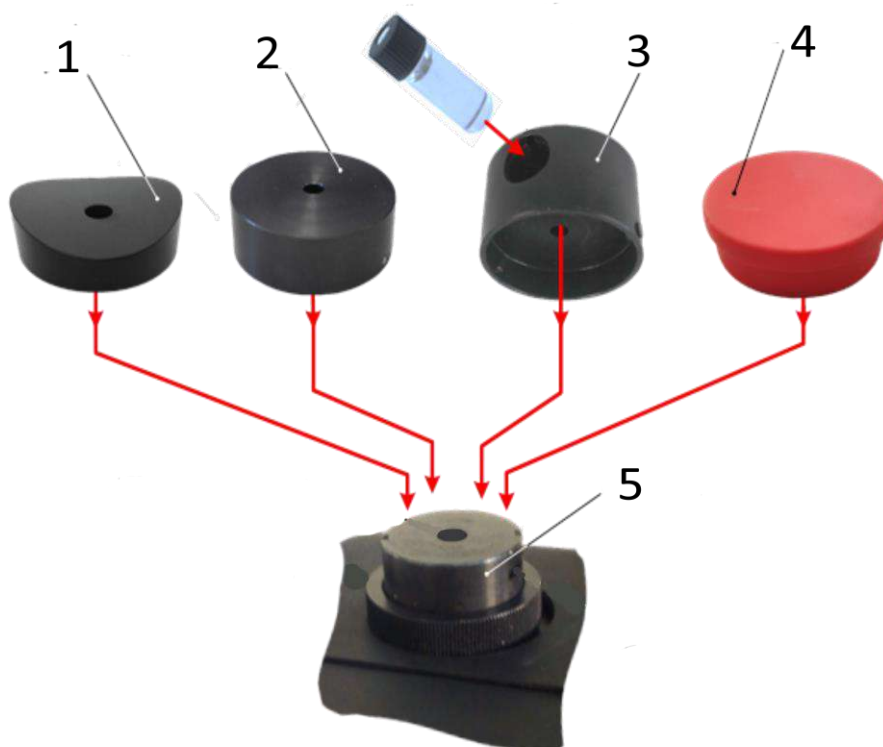

Рис. 1.4. Внешний вид насадок для МС из комплекта ЗИП-О.
- защитный колпачок (4 на рис. 1.4).
Внешний вид насадок для МС из комплекта ЗИП-О представлен на рис. 1.4.
Основная насадка (несъемная) (5 на рис. 1.4) предназначена для обеспечения быстрой и надежной стыковки с МС съёмных насадок из комплекта. В нижней части всех насадок имеются штифты для крепления к основной насадке
Насадка для поверхностей (2 на рис. 1.4) служит для удобства определения химического состава твердых материалов, гранул объёмом более 1мм³, а также веществ, находящихся в пакетах и другой мягкой оболочке.
Насадка для бутылок (1 на рис. 1.4) служит для удобства определения химического состава жидкостей за счет введения фокуса линзы в ближайшую область жидкого исследуемого вещества внутри тары.
Насадка для виал (3 на рис. 1.4) служит для определения химического состава жидких, сыпучих или дисперсных материалов, помещенных в стандартные стеклянные виалы, входящие в комплект ЗИП-О «ХимЭксперт-Т».